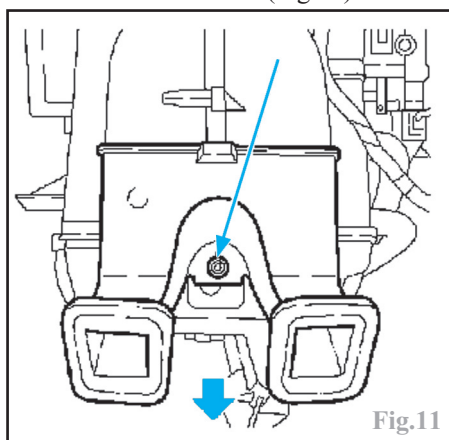

Fig.11
- le conduit d'air arrière (Fig.11).